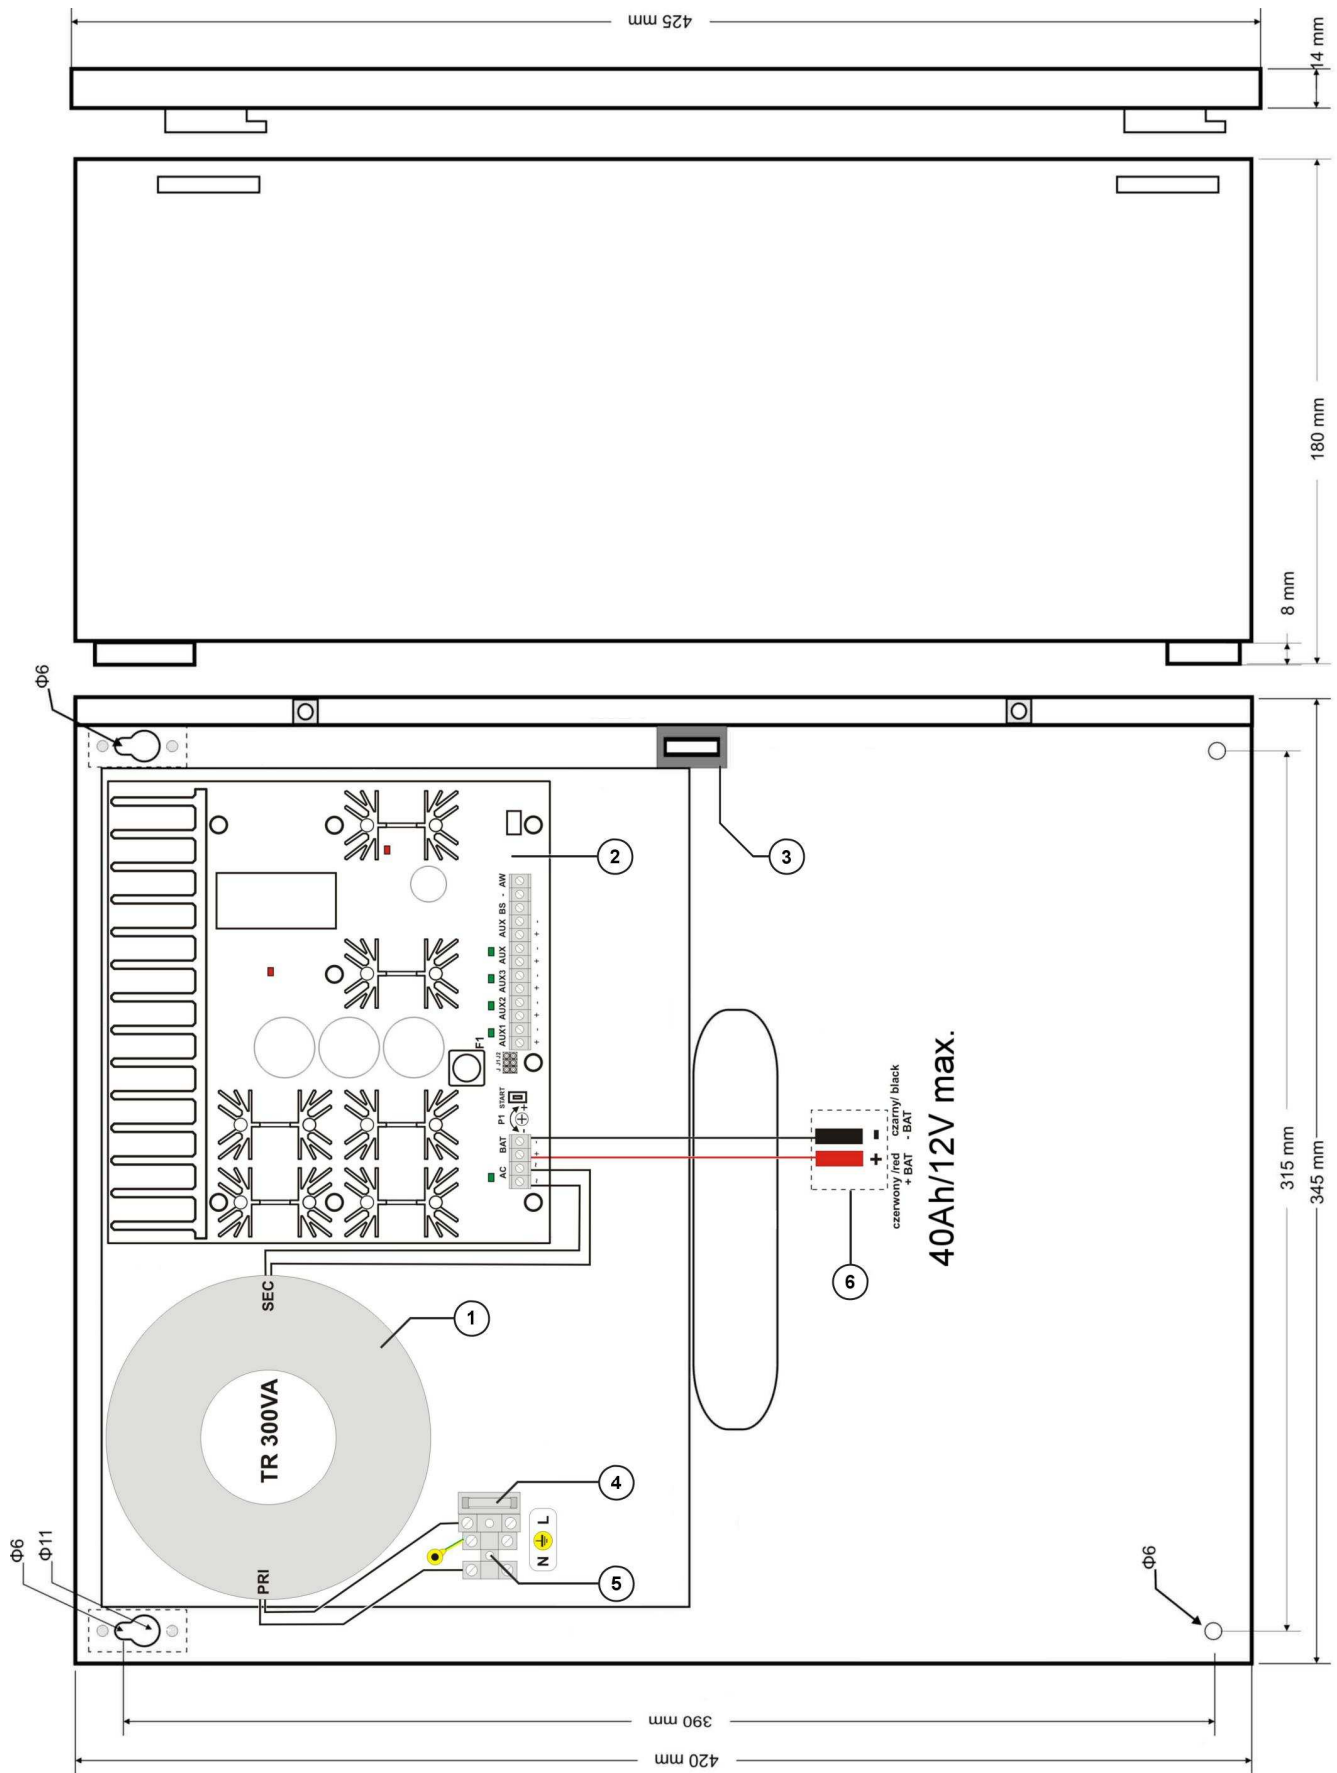

Rys.2. Widok płyty PCB zasilacza.
1.3. Opis elementów i złącz zasilacza (tab.1, tab.2, rys.2, rys.3).
Element nr [Rys. 2]	Opis
Tab.1. Elementy płyty PCB zasilacza (patrz rys. 2).
9. Sprawdzić napięcie wyjściowe (napięcie zasilacza bez obciążenia powinno wynosić $13,6V \div 13,9V$, w czasie ładowania akumulatora $11,0V \div 13,8V$). Jeżeli wartość napięcia wymaga korekty należy dokonać nastawy za pomocą potencjometru P1, monitorując napięcie na wyjściu AUX zasilacza (patrz rys.2).
- **UVP (rys.2) – dioda czerwona:** sygnalizuje zadziałanie zabezpieczenia nadnapięciowego UVP. W stanie normalnym dioda jest zgaszona, w przypadku zwarcia lub przeciążenia wyjścia świeci światłem ciągłym.